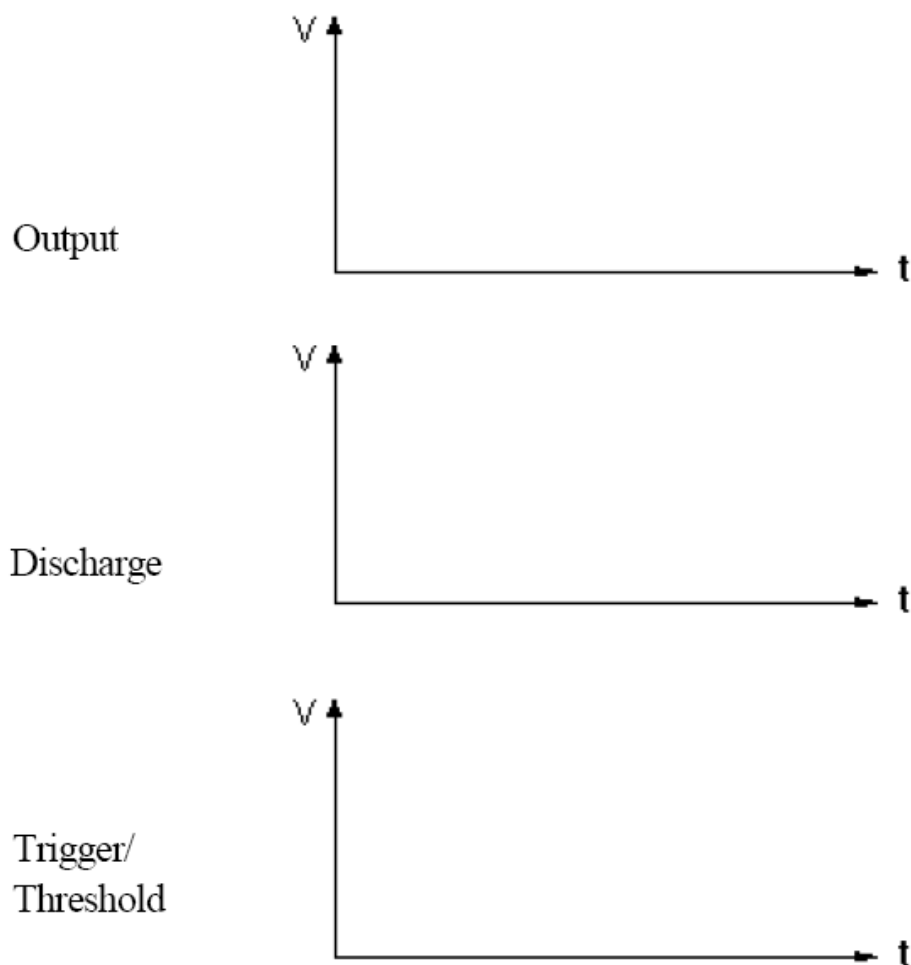

Figure 4 – Complétez ces diagrammes temporels.
- Dessiner à l'échelle les trois signaux (figure 4). Soyez sûr de bien représenter leurs relations au temps. Insérer les valeurs observées en temps et en amplitude sur le graphe. Expliquez le comportement des courbes (le schéma interne de ce composant est donné à la figure 4 et vous permettra de mieux comprendre son fonctionnement).